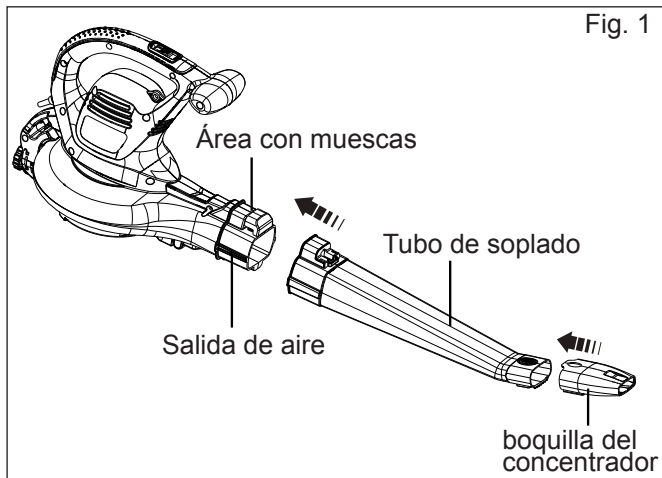

Fig. 1
2. Inserte la boquilla del concentrador en el extremo del tubo de soplado hasta que encaje en su posición (Fig. 1).